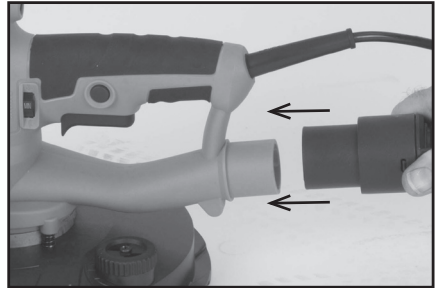

Fig. 3
- Poussez le tuyau d'aspiration des poussières sur l'orifice d'aspiration des poussières situé sur la partie principale de la machine. **(Fig. 3)**